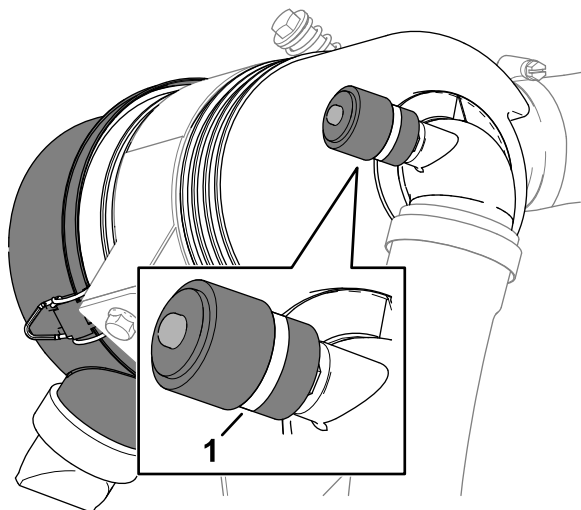

図 108
3. エアフィルタハウジングの端にある整備インジケータを確認する **図 108**。